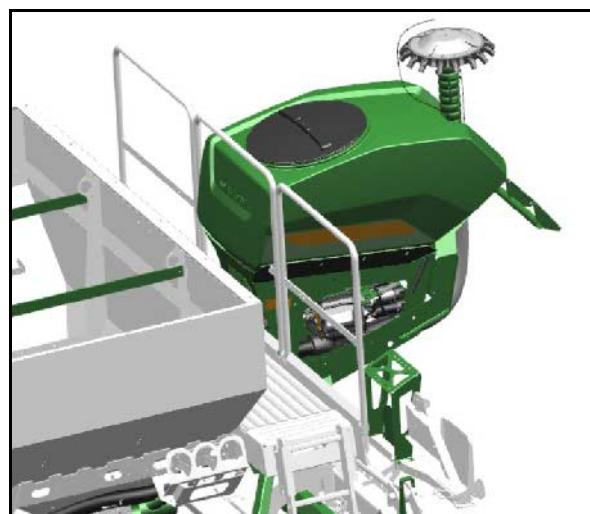

Рис. 69
Создание технологических колей представлено на рисунке (Рис. 69) на нескольких примерах:
1. См. в таблице (Рис. 69):
На рисунке (Рис. 69) показаны примеры создания технологических колей с 4-м ритмом переключения.